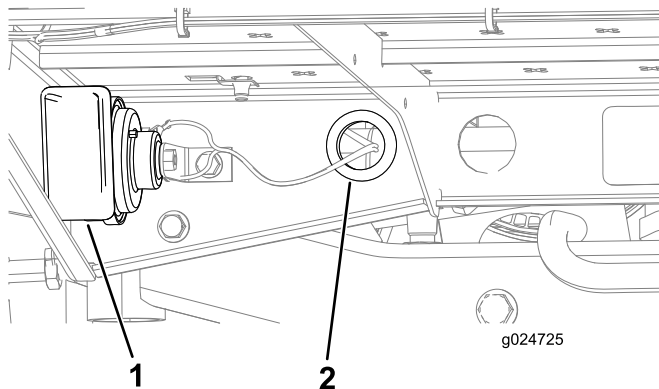

Figura 30
1. Enrute el arnés de cables a través del pasacables insertado en el orificio de la plataforma trasera y hasta el claxon (Figura 30).